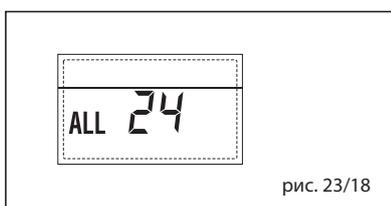

рис. 23/18
– **НЕПОЛАДКА ДАТЧИКА СОЛНЕЧНОГО ВОДОНАГРЕВАТЕЛЯ (S2) “ТРЕВ 25” (рис. 23/19)**